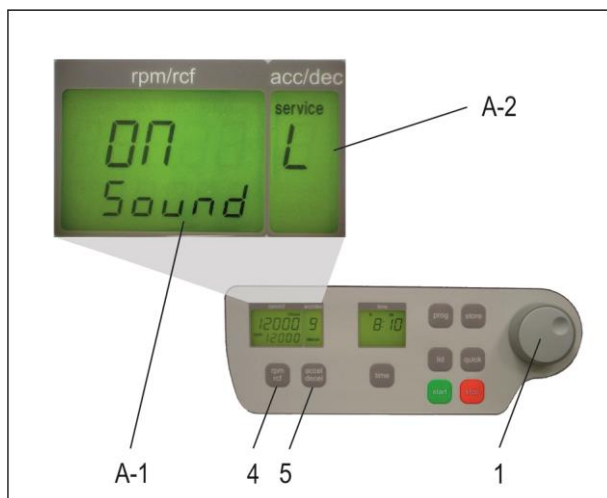

Abbildung 6
Öffnen Sie wie unter Punkt 1.8.1 beschrieben das Menü „Grundeinstellungen“. Danach drücken Sie die Taste „accel/decel“ (5). Im Anzeigenfeld „accel/decel“ (A-2) blinkt der Schriftzug „service“. Wählen Sie nun mit dem Einstellregler (1) den Buchstaben „U“. Daraufhin erscheint im Anzeigenfeld „rpm/rcf“ (A-1) der Schriftzug „Vol=0-9/Sound“. Nachdem Sie die Taste „rpm/rcf“ (4) gedrückt haben, kann mit dem Einstellregler (1) die gewünschte Lautstärke zwischen 0 (leise) und 9 (laut) eingestellt werden. (siehe Abbildung 6).